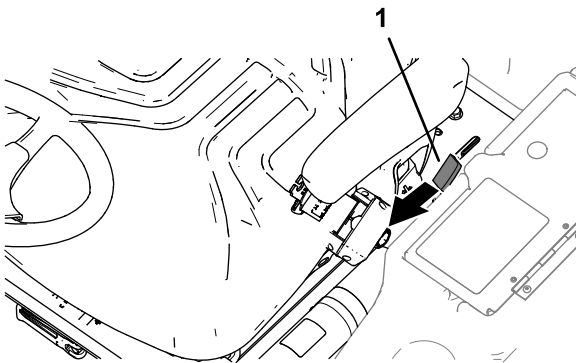

Figura 51
1. Mueva la palanca de cierre de la plataforma (Figura 51) hacia la parte delantera de la máquina hasta que los ganchos del cierre se liberen de la barra de bloqueo.